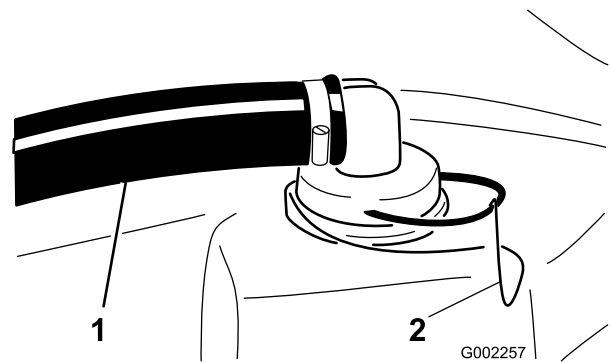

Figura 61
2. Retire el dispositivo de sujeción del dispositivo rojo sujeto a la manguera grande en la parte superior del depósito (Figura 61).
3. Desconecte la manguera del depósito (Figura 61).